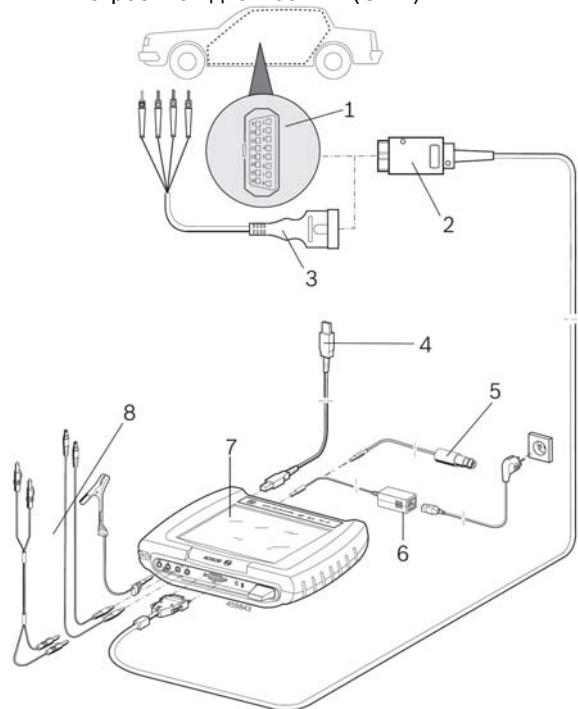

Рис. 3. Схема подключения KTS 340:
- диагностический провод встроенной диагностики (OBD) (рис. 3, поз. 2) или
- диагностический провод встроенной диагностики (OBD) и дополнительно через соединительный кабель UNI (интерфейс «пользователь–сеть») (рис. 3, поз. 3) (дополнительная принадлежность), или
- Включить модуль для диагностики блоков управления KTS 340 нажатием клавиши ①.